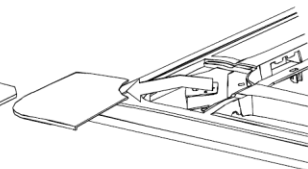

Fig. 5-11
■ Svitare le viti, allentare la linguetta del coperchio di installazione e rimuoverle. (Vedere fig. 5-11.)